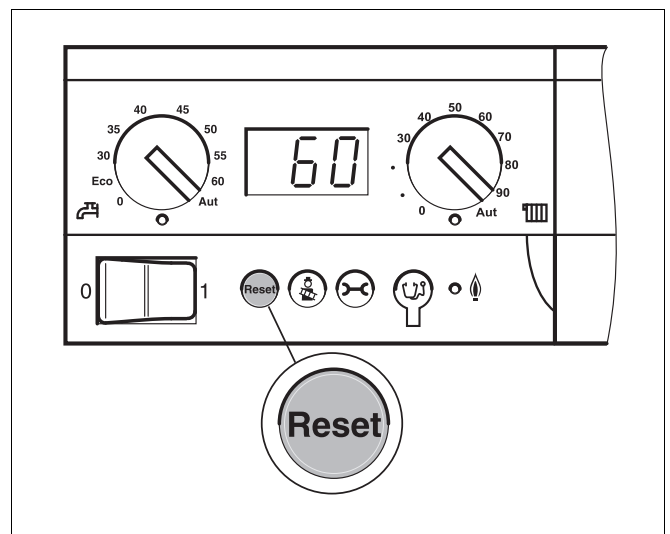

Fig. 10 Nulstil fejlen med tasten "Reset"
- ▶ Tryk på tasten "Reset" (fig. 10) i cirka 5 sekunder for at nulstille fejlen.